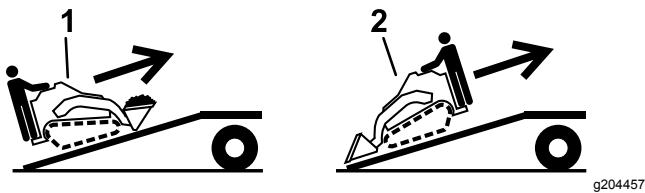

Bild 28
5. Fahren Sie beim Verladen auf den Anhänger mit dem schweren Ende der Maschine auf die Rampe und befördern Sie Lasten niedrig (Bild 28).
1. Senken Sie die Rampe ab (Bild 28).